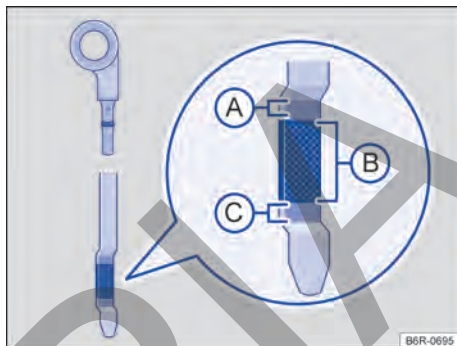

Fig. 202 Varilla de medición del aceite con marca de nivel de aceite del motor.
En caso de alta demanda del motor, el nivel del aceite del motor debe estar lo más cerca posible del nivel → fig. 202 (A), sin sobrepasarse, como, por ejemplo, en viajes largos en carreteras durante el verano o durante travesías de montañas.
Leyenda para → fig. 202:
7. Retirar nuevamente la varilla de medición del aceite y leer el nivel del aceite del motor en la varilla de medición → fig. 202 de la siguiente manera:
13. Una vez finalizado el proceso de la reposición de aceite, el nivel del aceite del motor debe estar, al menos, en el medio del nivel → fig. 202 Ⓑ, pero jamás por encima del nivel Ⓐ → ⓘ.
14. Si, por descuido, se ha completado exceso de aceite del motor y si, después de esto, el nivel del aceite se encuentra por arriba de la franja → fig. 202 Ⓐ, **no arranque el motor**. Buscar un Concesionario Volkswagen o una empresa especializada.
- No arranque el motor si el nivel de aceite del motor está por encima del nivel → fig. 202 (A). Buscar un Concesionario Volkswagen o una empresa especializada. De lo contrario, ¡pueden dañarse el catalizador y el motor!
En ninguna circunstancia el nivel de aceite del motor debe sobrepasar el área → fig. 202 (A). Con el nivel por encima de esta área, el sistema de escape puede extraer el aceite a través de la ventilación del cárter y lanzarlo a la atmósfera. Además, el aceite puede quemarse en el interior del catalizador, dañándolo.